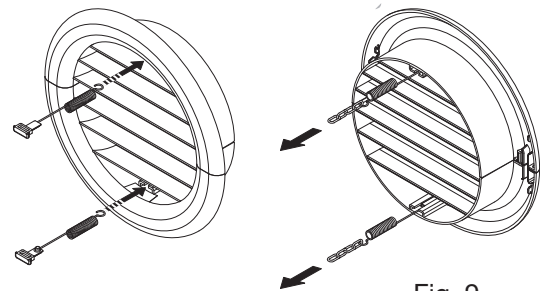

Fig. 9
- Inserte las dos tapas (con resorte), en la parte delantera de la rejilla exterior, en sus alojamientos, tirando hacia arriba al clic. (Fig. 9)